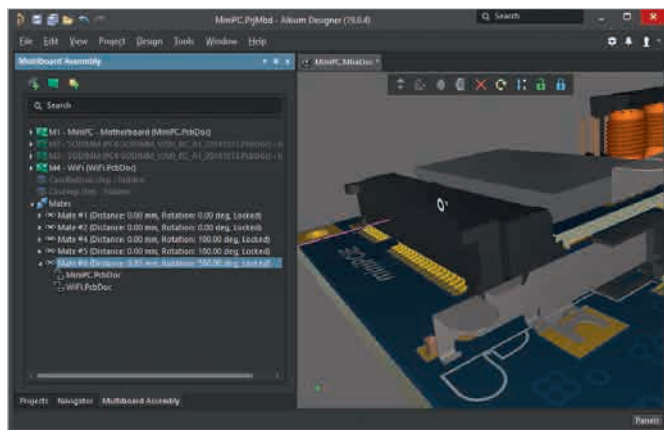

Рис. 8. Задание и редактирование сопряжений в сборке Multi-Board
- возможность создавать сопряжения между объектами (см. рис. 8):